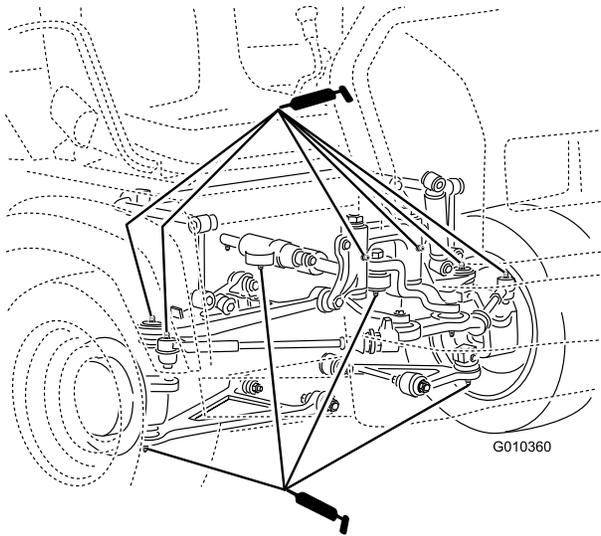

図 40
- ボールジョイント4、タイロッド2、ピボットマウント2、ステアリングシリンダ2以上は **図 40**